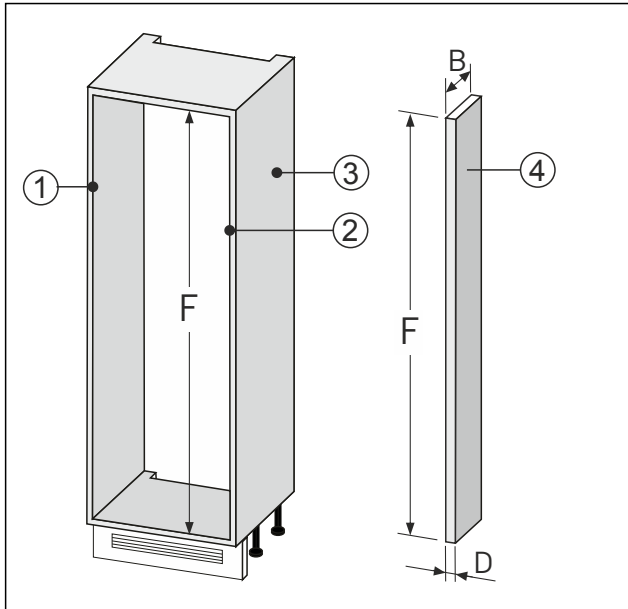

Fig. 87
- Készítse el a falkiegyenlítést Fig. 87 (4) a fentebb megadott méretben.